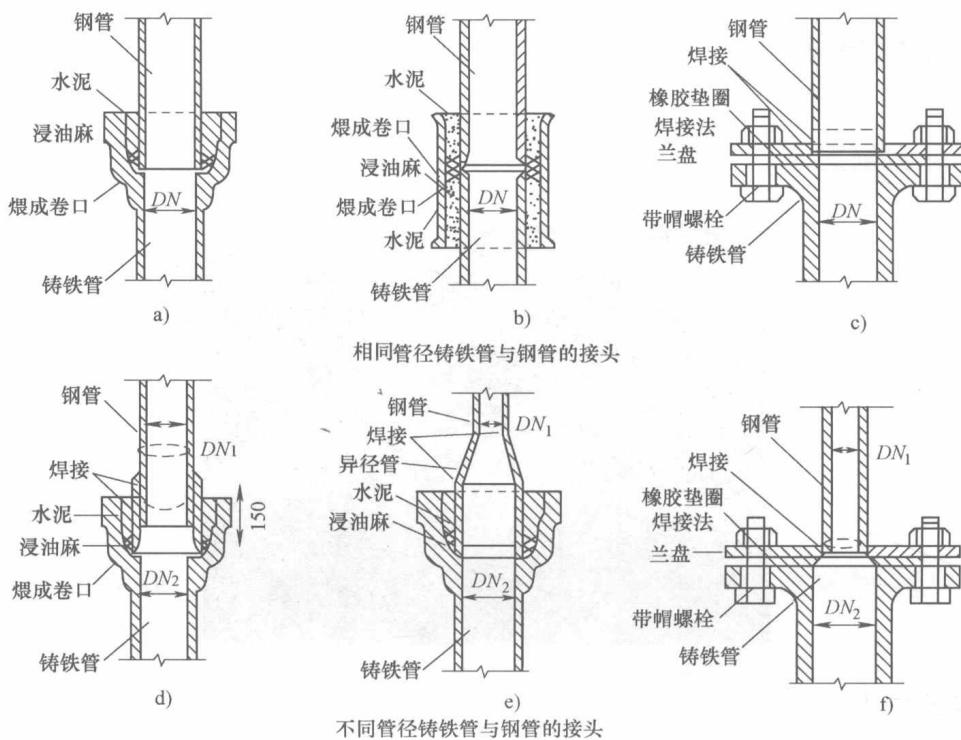

图 1-5 铸铁管与钢管的连接方式
① 在干管安装前清扫管腔，将承口内侧插口外侧端头的沥青除掉，承口朝向来水方向顺序排列，连接的对口应不小于3mm。找平找直后，将管道固定。管道拐弯和始端处应支撑顶牢，防止捻口时轴向移动，所有管口随时封堵好。
② 采用橡胶圈接口的管道，允许沿曲线敷设，每个接口的最大偏转角不得超过20°。
③ 给水铸铁管与镀锌钢管连接时按图1-5的几种方式安装。